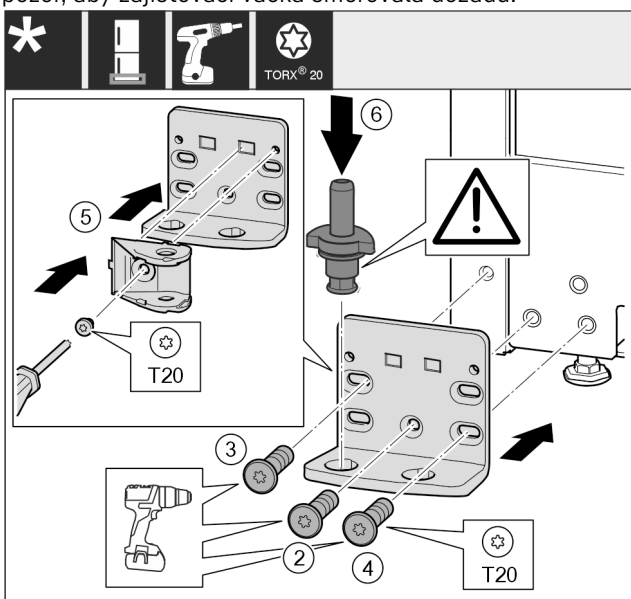

Fig. 21 *
- ▶ Nasadte stojan ložiska na druhé straně a přišroubujte pomocí šroubováku. Začněte šroubem Fig. 21 (2) dole uprostřed.*
- ▶ Utáhněte šroub Fig. 21 (3) a šroub Fig. 21 (4).*